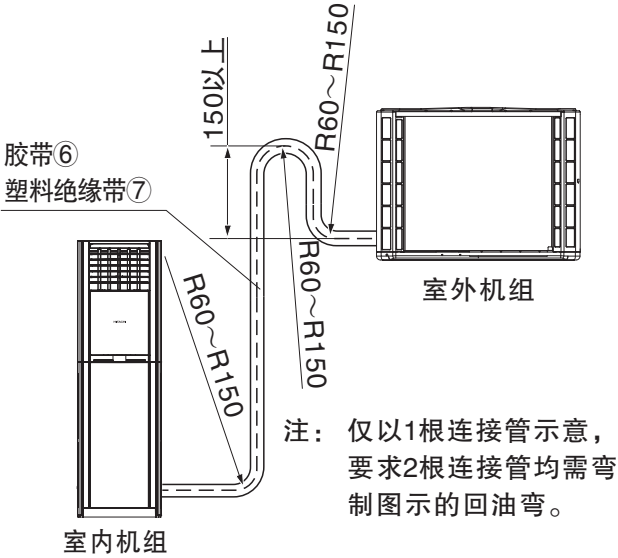

图8
(2) 安装时如必须加长连接管, 请按表 (1)要求连接。
(3) 室内、外机高度差必须小于5米。
(4) 当室外机比室内机高时, 必须将铜管弯制“回油弯”如图8。